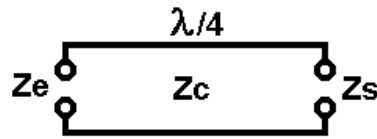

Fig.3
3. Pour une bande de fréquence assez étroite, une ligne quart-d'onde peut servir de transformateur d'impédance (fig. 3), pour l'adaptation entre une ligne et